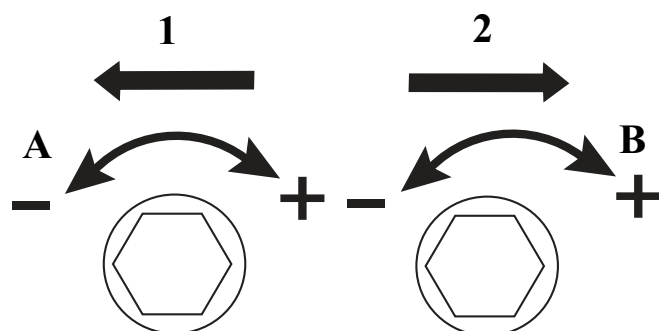

Рис. 5. Настройка концевых выключателей
## КОНЦЕВЫЕ ВЫКЛЮЧАТЕЛИ (Рис. 5)
**ВНИМАНИЕ:** Направление вращения привода указывают стрелки 1 и 2 на блоке концевых выключателей электропривода (Рис.5).